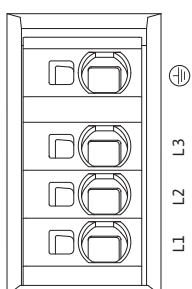

Fig. 31: Morsetti di potenza (morsetti di alimentazione dalla rete)
- Morsetti di potenza (morsetti di alimentazione dalla rete) (fig. 31)